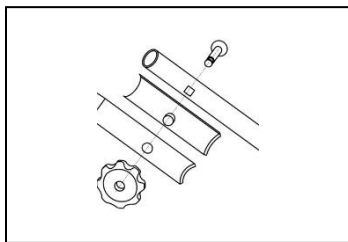

Fig. 3A
A. Utilisez des boulons pour passer à travers la main supérieure et inférieure ainsi que la gaine isolante à tour de rôle selon la Fig.3A.